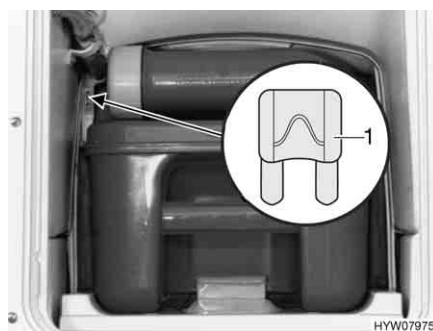
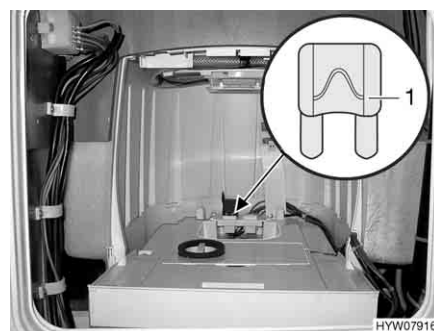

Fig. 144 Fusibile della toilette Thetford
Fig. 145 Fusibile della toilette Thetford (alternativa)
- Sostituire il fusibile (Fig. 144,1 o Fig. 145,1).